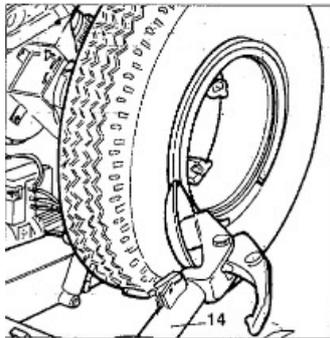

Fig.7.16
- 2) Baixar o braço porta-ferramentas (14, Fig.7.16) para a sua posição de trabalho até que seja travado na posição pelo seu gancho.
- 3) Posicionar o disco do afrouxador de contas ao nível da jante (Ver Fig.7.16).
- 7) Deslocar o braço porta-ferramentas (14, Fig.7.16) para trás a partir da borda do aro. Soltar o gancho e inclinar o braço para a sua posição de não trabalho. Mover o braço porta-ferramentas para o plano interior da roda.